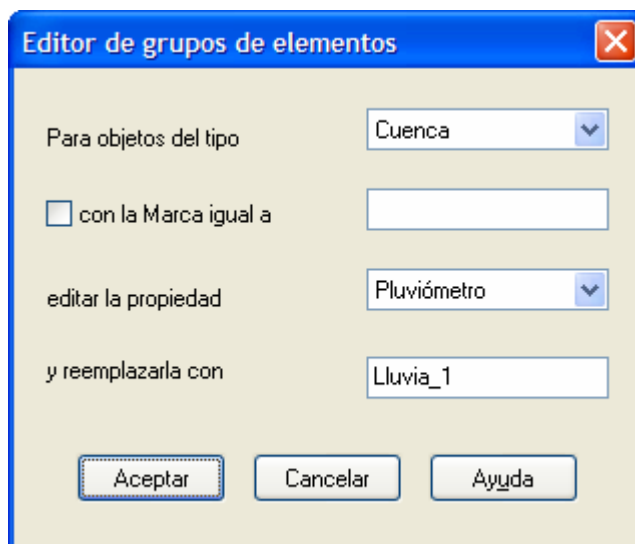

Figura 2.6. Ventana de diálogo del Editor de Grupos.
2. Seleccionar entonces la opción **Editar→Editar Grupo** para hacer que aparezca la ventana de diálogo del Editor de Grupos de Elementos, tal como muestra la Figura 2.6.